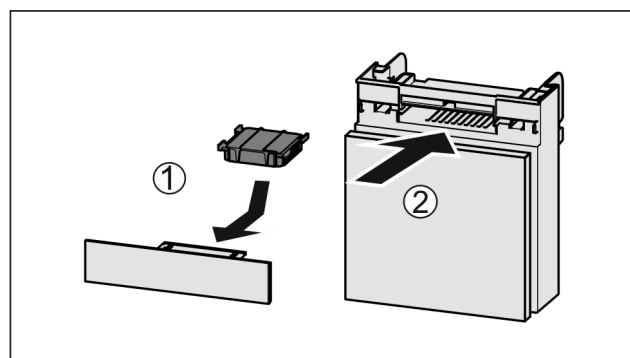

Fig. 213
- Filtr s aktivním uhlím vložte podle vyobrazení Fig. 213 (1).
- Zásuvku zasuvte Fig. 213 (2).